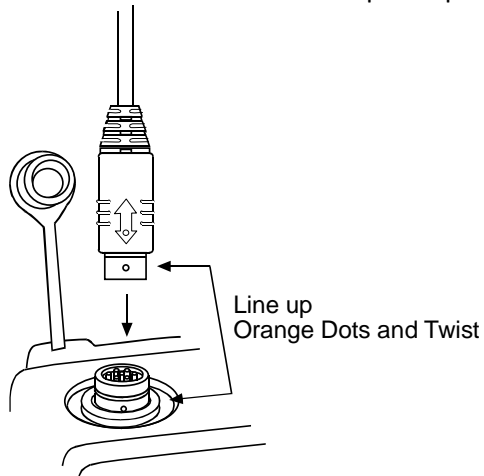

Figure 2 : Connexion à l'aide du câble pour opérations de refoulement
- L'appareil U9920-GPB est conçu pour être utilisée dans le cadre d'opérations de refoulement dans les aéroports et peut être raccordé à un système intercom de bord. Une fois connecté, il permet à jusqu'à quatre utilisateurs de stations de ceinture (U9910-BSW) de communiquer avec le pilote d'un aéronef en appuyant sur le bouton PTT de la station de ceinture. Un câble pour opérations de refoulement est requis pour relier l'appareil U9920-GPB à l'aéronef (voir ci-dessous: Figure 2 – illustration de connexion, et le Tableau 2 – matrice de câble pour opérations de refoulement.)